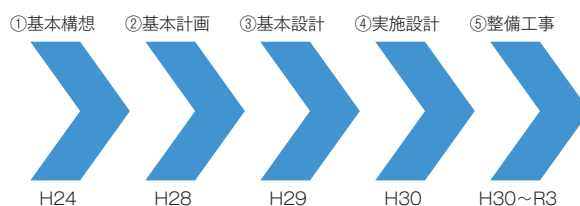

図1 事業経過
新庁舎建設に至るまでの事業経過としては、図1のとおりです。①平成24年度に事業発案を行い、事業費約24億円（当時）の約半分を基金、半分を起債することとしました。②基本計画において建設位置の決定及び防災拠点の役割を果たす庁舎等を基本方針としました。